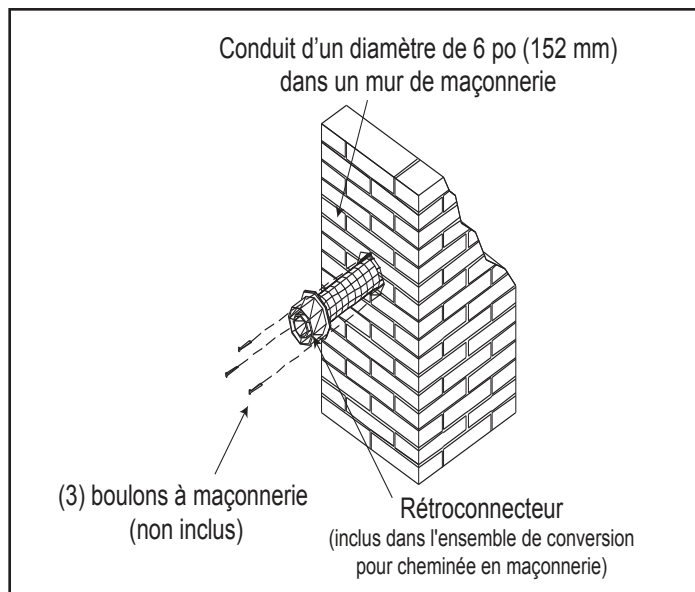

Figure 4.29
9. Fixez la chemise flexible au rétroconnecteur. Utilisez trois vis autotaraudeuses pour attacher le doublage flexible au connecteur. Montez le rétroconnecteur sur le mur en maçonnerie en utilisant les boulons. Voir la Figure 4.29. Augmentez le diamètre des trous du connecteur si nécessaire. Assurez-vous que le connecteur est au centre de l'ouverture et que les trous de montage sont alignés avec ceux du mur de maçonnerie.